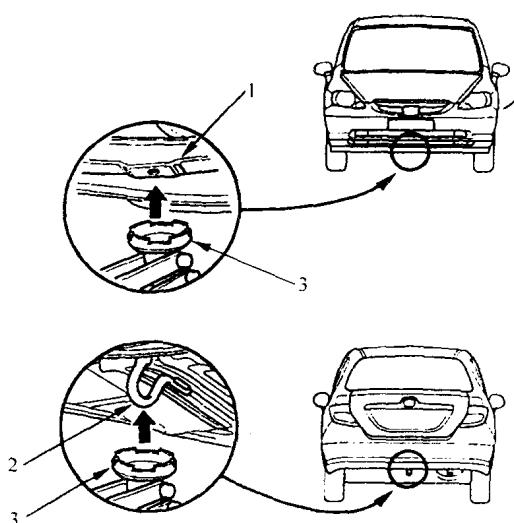

图 1-7 千斤顶支座
3) 如图 1-7 所示，把千斤顶放在前千斤顶支座 1 或后千斤顶支座 2 下，将千斤顶支座与千斤顶举升平台 3 对中，然后，把车辆举升到足够高度，以便在下面安放安全支撑。